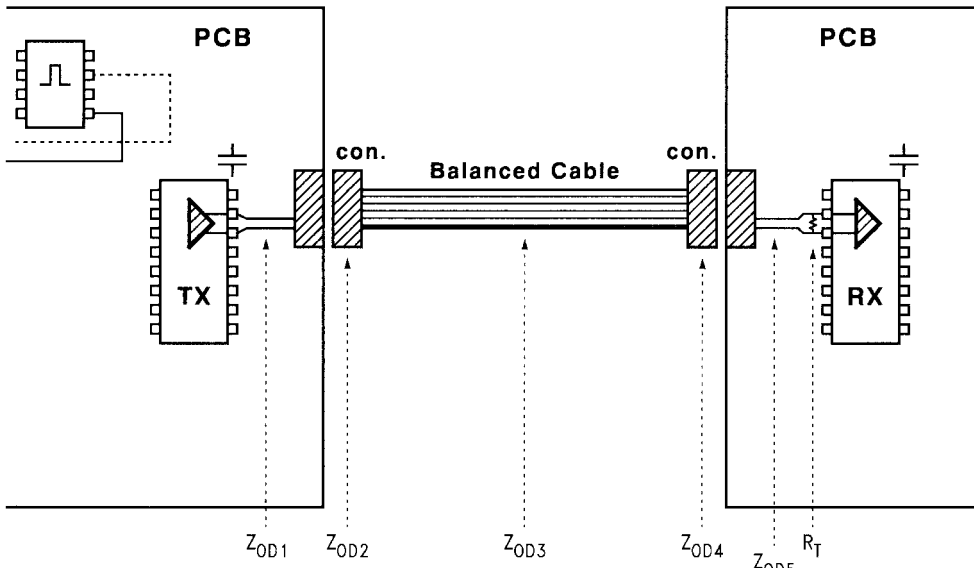

FIGURE 2. TX and RX Location
トランスミッタ (TX) は、可能な限りインタフェース・コネクタの近くに配置して下さい (Figure 2 を参照)。これにより、プリント基板上の LVDS 配線長を短くでき、結果としてスキューも小さくできます (差動信号配線については、「トランスミッタ (TX) - コネクタ間インタフェース」の項を参照して下さい)。スキューは一般的に配線長に比例するため、接続距離が短いと発生するスキュー量も小さくなります。
相互接続では、通常、外層を使用するマイクロストリップ線路を使用します。マイクロストリップ線路によって、容易に高いインピーダンスを得ることができます。また、スルーホールを使用しないで配線することができ、信号にとっては良い条件となります。しかし、シールドの面では、グラウンド/電源層間に挟まれたストリップ線路の方が優れています。ケーブルの差動モードの特性インピーダンスに合うのであれば、マイクロストリップ線路、ストリップ線路のどちらを使用しても構いません。Figure 2 では、トランスミッタ(TX)の基板インピーダンスを Z_{OD1} として表し、ケーブル相互接続のインピーダンスを Z_{OD3} として表しています。反射を最小にするために、すべてのインピーダンスを設計値(通常100Ω)の10%以内に収めることを推奨します。わずか10%のインピーダンスの差でも、5%の反射を生む点に注意する必要があります。反射の振幅を低減することは、システム全体のEMI低減につながります。
Note: トランスミッタ(TX)出力とレシーバ(RX)入力間の相互接続全体は、高速伝送線路となります。出力ドライバのエッジ・レートは300ps ~ 700psの範囲です。トランスミッタ(TX)とコネクタ間のプリント基板配線、コネクタ、ケーブル媒体、コネクタからレシーバ(RX)までのプリント基板配線のすべてがシステムの構成要素です。それらの特性インピーダンスは、信号品質の維持と放射を抑制する目的から、10%以内で整合させる必要があります。アプリケーション(コネクタ・サイズ)に依存しますが、4から6箇所のインピーダンスを考慮しなければなりません。Figure 2では、Z_{OD1}、Z_{OD2}、Z_{OD3}、Z_{OD4}、Z_{OD5}、R_Tが該当します。また、基板や層の変化を最小にすることが、相互接続全体をできるだけ良好にすることにつながります。
レシーバ(RX)は、Figure 2に示すように、可能な限りインタフェース・コネクタの近くに配置して下さい。これにより、プリント基板上のLVDS配線長を短くできます(差動配線については、「トランスミッタ(TX)・コネクタ間インタフェース」の項を参照して下さい)。レシーバとタイミング・コントローラの配置関係には、とくに制限はありません。タイミング・コントローラとレシーバ間では、スキューと、それによって発生するタイミング・コントローラ入力でのセットアップまたはホールド・タイミングを確保するために、パラレルRGB信号は等長配線設計して下さい。
「プリント基板上でのトランスミッタ (TX) の位置」の項で述べたように、コネクタと、終端抵抗およびレシーバ (RX) 入力間の LVDS 信号の配線は最短として下さい。また、TTL/CMOS レベルのシングルエンド・タイプの配線は、LVDS 信号と相互接続へのクロストークを最小限に抑えるため、異なる層に配線するが LVDS 信号から離して下さい。LVDS 信号とその他の信号を分離するために、両者の間にグラウンドのガード・パターンを走らせてもよいでしょう。LVDS データの歪みは、レシーバ端での同相モード除去により問題とはなりません。距離を取って分離する理由は、同相モード・ノイズ (EMI) を抑えるためです。差動配線を採用すると、差動データ転送におけるノイズ除去能力を向上できます。したがって、レシーバ (RX) の LVDS 入力 (およびトランスミッタ (TX) の出力) を差動配線にすることを推奨します。差動配線は、標準的なプリント基板配線とわずかに異なるだけです。すなわち、差動ペアを構成する 2 つの信号の配線の距離が最小になるように考慮します。この距離は、信号ペアの差動モードの特性インピーダンスと、システムの差動ノイズ・マージンおよび不要放射に関係するため、正確に保つことが必要です。通常の配線は、インピーダンスを 50Ω として設計されます。2 本の信号の距離をあけて配線すると、差動モードの特性インピーダンスはシングルエンドの場合の 2 倍となりますが、差動信号としては効果がなくノイズ除去性能が得られません。差動ノイズ除去性能を最大とするには、差動ペア間の配線間隔を最小にしなければなりません (差動ノイズ・マージンとは、最小信号振幅からレシーバ・スレッショルドの最大値を引いた値です (250mV - 100mV = 150mV))。信号ペアを最小間隔で配線すると、外部からのノイズは、同相モード・ノイズとしてレシーバで除去可能になります。配線インピーダンスを調整するには、まずパラメータ "S" を最小配線間隔として、配線幅で所望のインピーダンスに合わせます (計算方法については、弊社のアプリケーション・ノート AN-905 を参照して下さい)。隣り合った LVDS 差動ペア同士の距離は、「2S」以上として下さい。LVDS 信号と振幅の大きな TTL または CMOS 信号は、「3S」以上の距離を保つが異なる信号層に配線して下さい。また、LVDS 信号の配線長は、トランスミッタ (TX) とレシーバ (RX) 間で発生するスキューを最小限に抑えるため、等長として下さい (Figure 2 を参照)。